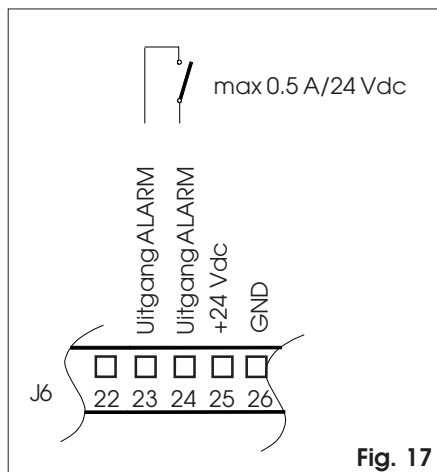

Fig. 17
⑦ Klemmenbord J6 Uitgangen naar relais en speciale functies (fig. 17, 18, 19)